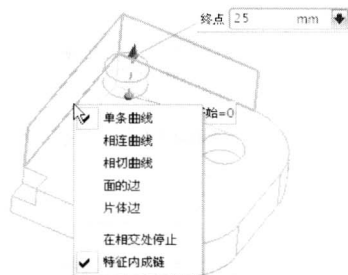

图1-11
- 在相交处停止 和跟随圆角 功能在可以使用该功能的快捷菜单中也能够使用，如图 1-11 所示。